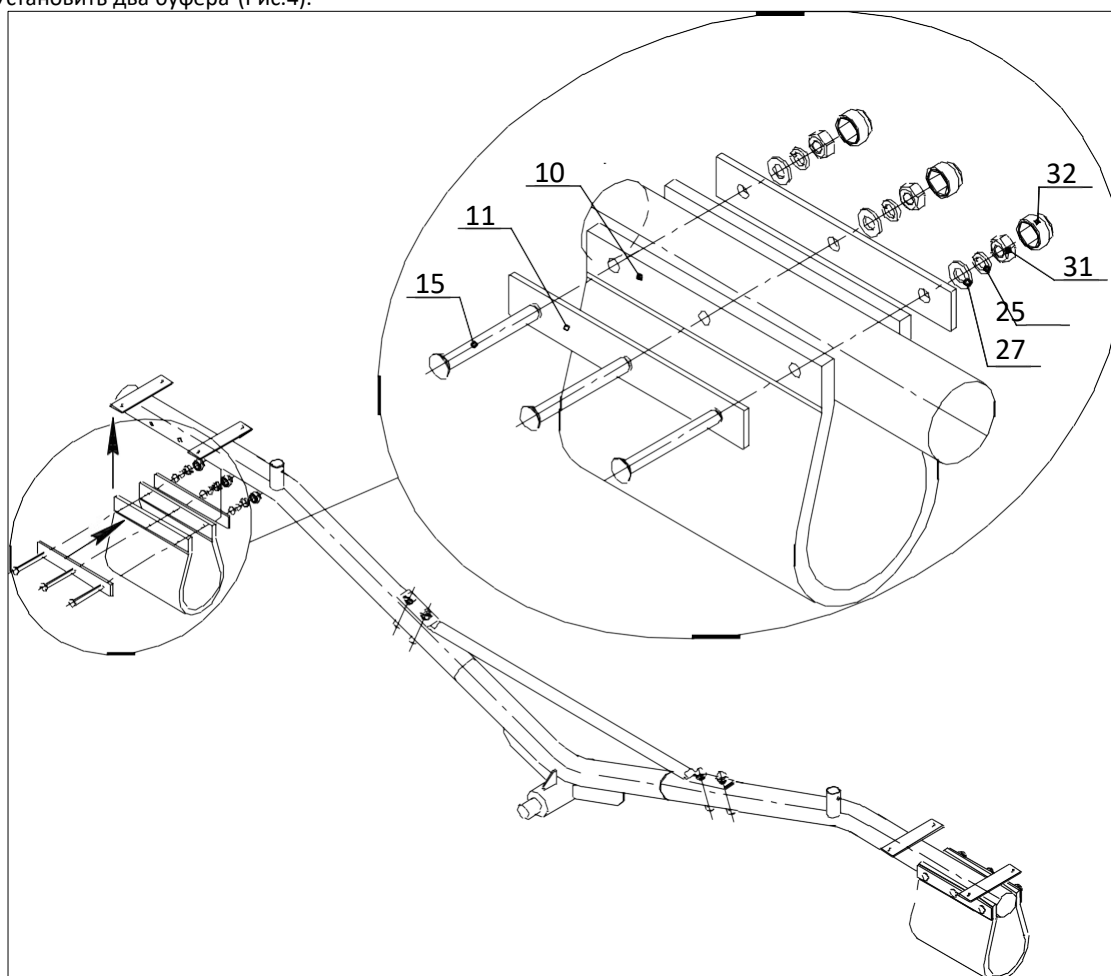

Рис.4
10.3.3 Установить два буфера (Рис.4).